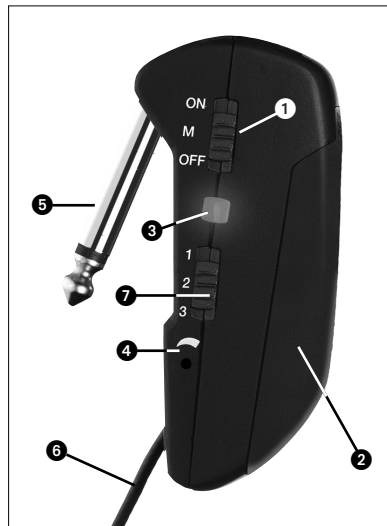

Fig. 1: Controles do GB 40 FLEXX
2.5 Elementos de controle (veja fig. 1)
4.2 Ajustar o nível (veja fig. 1 e o manual de instruções do receptor SR 40 FLEXX)